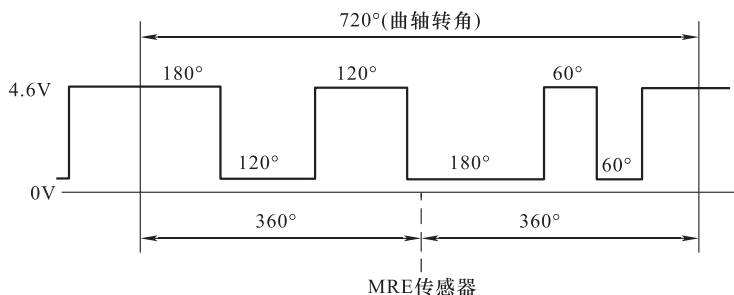

图 4-62 磁阻元件式凸轮轴位置传感器输出的标准波形
(1) 工作电压的检测 关闭点火开关，断开凸轮轴位置传感器，旋转点火开关至 ON 位置，用万用表检查 VC 端子与 VV - 之间的电压，应为 5V，若没有 5V 电压，应分别检查与 ECU 间线路的连接情况，若线路正常，则发动机 ECU 有故障。
(2) 参考电压的检测 关闭点火开关，断开凸轮轴位置传感器，旋转点火开关至 ON 位置，用万用表检查 VW + 端子与 VV - 之间的电压，应为 4.6V，若没有 4.6V 电压，应检查 VW + 与 ECU 间线路的连接情况，若线路正常，则发动机 ECU 有故障。
(3) 波形检测 在线路正常连接的情况下，使发动机运转，用示波器检测输出信号，其标准波形如图 4-62 所示。